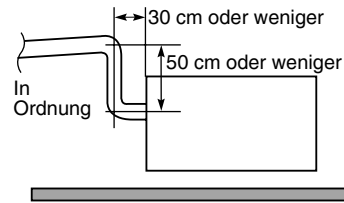

Abb. 3-65-2
- Wenn es erforderlich sein sollte, die Höhe des Ablaufrohrs zu vergrößern, kann der Bereich unmittelbar nach der Anschlussstelle um maximal 50 cm angehoben werden. Der Anschluss darf nicht um mehr als 50 cm höhergestellt werden, da hierdurch Undichtigkeiten entstehen können. (Abb. 3-65-2)